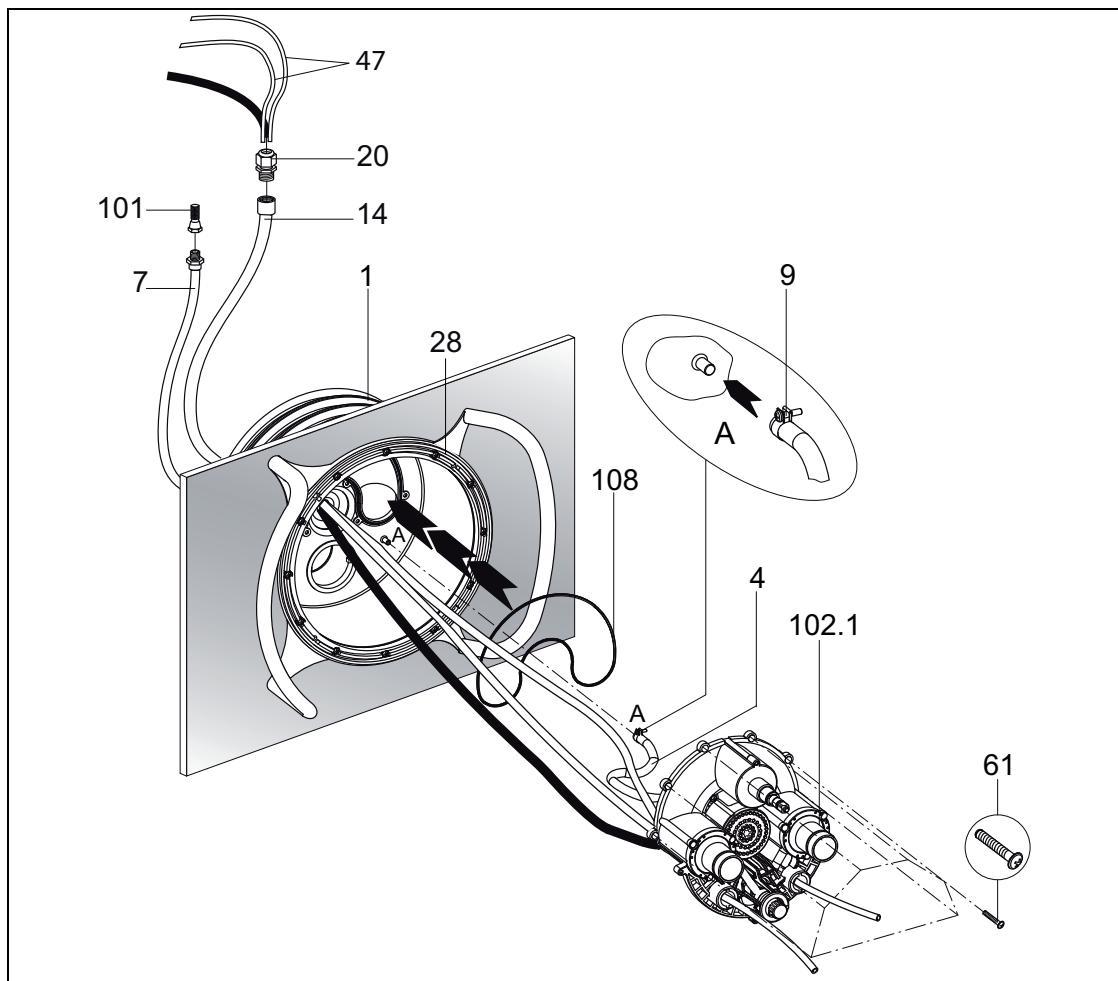

Fig. 10
2. Poner el anillo toroidal **(108)** en la carcasa para montaje empotrado **(1)** (*Fig. 10*).
3. Atornillar los diez tornillos con rosca cortante **(61)** en la caja de boquillas. Aplicar la caja de boquillas premontada **(102.1)** a la carcasa para montaje empotrado **(1)** (*Fig. 10*).
4. Pasar tubos neumáticos **(47)** y cable del reflector a través del tubo protector **(14)** y estanqueizar con la enroscadura de cables **(20)** (*Fig. 10*).
5. El tubo de conducción de aire interno **(4)**, ya completamente premontado en la caja de boquillas **(102.1)** o en la regulación del aire, fijarlo con la sujeción de tubo **(9)** en la carcasa para montaje empotrado **(1)** (*Fig. 10*).
6. Pasar los tubos neumáticos a través de los agujeros inferiores o externos de la caja de boquillas **(102.1)** (ON/OFF enlaces de luz, ON/OFF bomba a derecha) (*Fig. 10*)
7. Alinear la caja de boquillas compl. **(102.1)** en la carcasa para montaje empotrado **(1)** y fijarla con los diez tornillos con rosca cortante **(61)** premontados (*Fig. 10*).